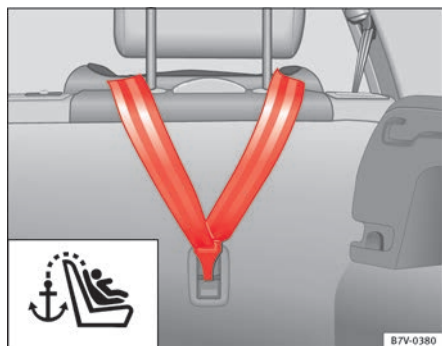

Fig. 28 Cinto de fixação superior enganchado no porta-bagagens.
- Enganche o cinto superior de fixação, por trás do encosto do banco traseiro, no respectivo anel de fixação (para TOP TETHER) do encosto ⇒ Fig. 28.